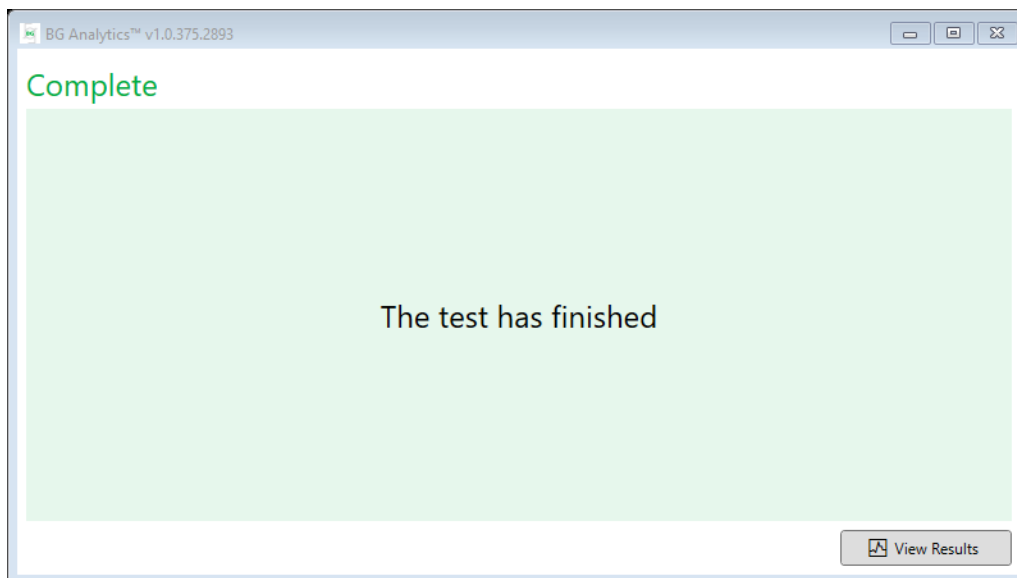

Figura 14. Schermata Complete (Fine) di BG Analytics®
- 8. Al termine dell'analisi in tutti i pozzetti, BGA apre automaticamente la schermata **Complete** (Fine) e visualizza il messaggio "The test has finished" (Analisi completata) (come mostrato in Figura 14).